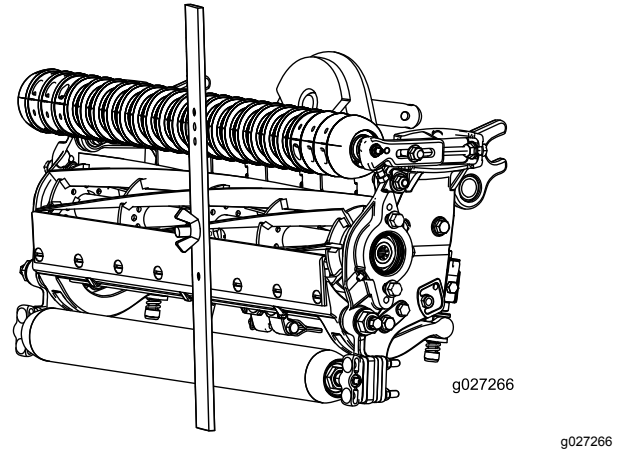

Figura 17
4. Enganche la cabeza del tornillo sobre el filo de la contracuchilla y apoye el extremo trasero de la barra sobre el rodillo trasero (Figura 17).
ajuste (Figura 17). Ajuste ambos extremos del rodillo hasta que el rodillo esté paralelo a la contracuchilla en toda su longitud.